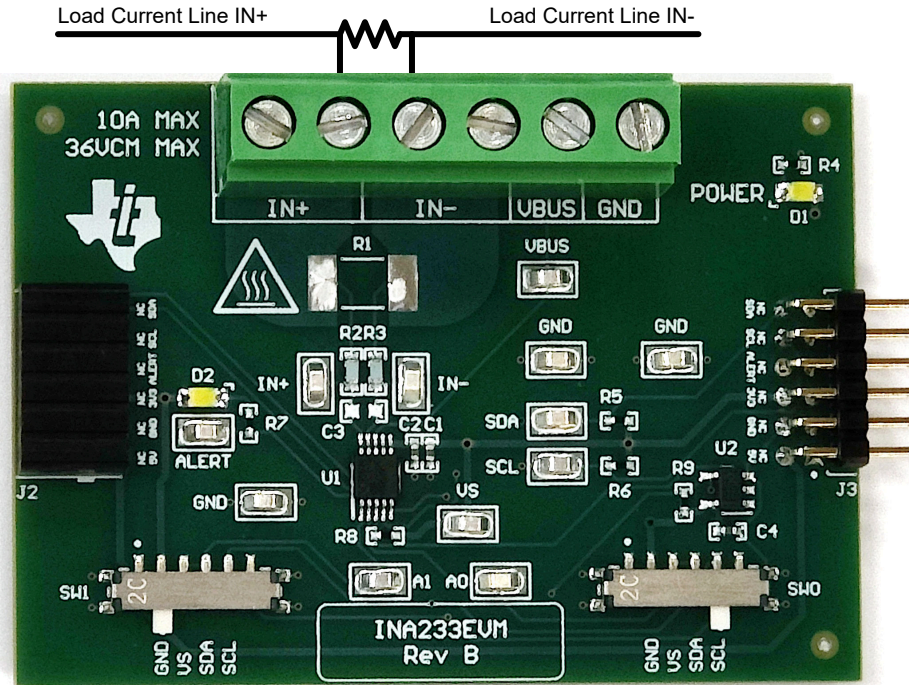
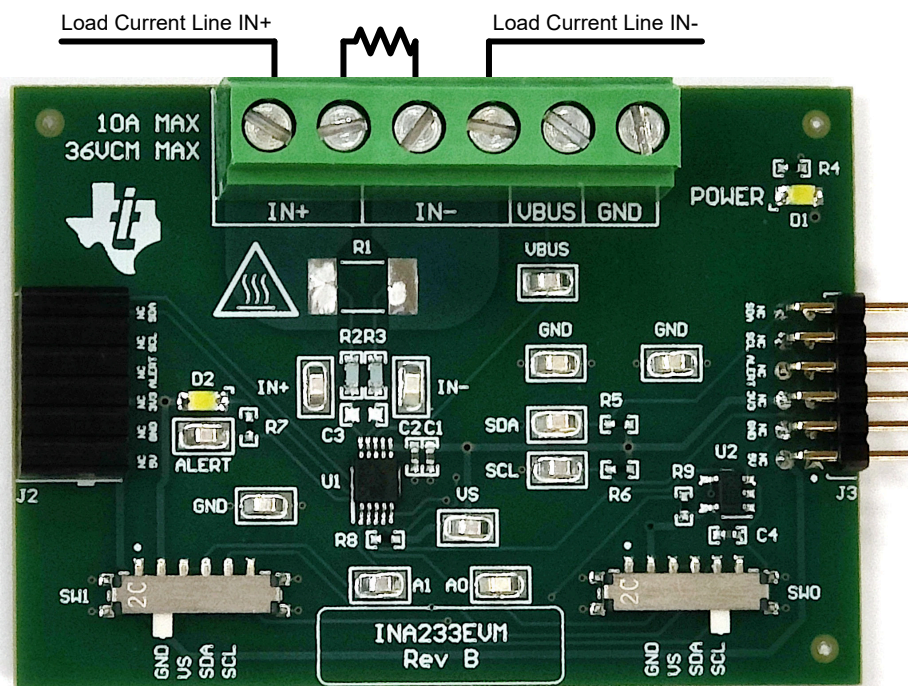

图 2-1. 电流超过 10A 时的 IN+ 和 IN- 布线
图 2-2. 10A 或更低电流时的 IN+ 和 IN- 布线
- 在 J1 的 IN+ 和 IN- 端子上连接外部分流器，最好贯穿引脚 4 和 5，如图 2-1 和图 2-2 所示。
- a. 测量 10A 以上的电流时，确保高电流路径不会穿过 EVM (包括端子块 J1)，如图 2-1 所示。
- b. 将 10A 或更小电流与板载或外部分流器搭配使用时，电流路径可以穿过 EVM。图 2-2 显示了一种将多个 IN+ 和 IN- 端子与外部分流器搭配用于此用例的便捷方式。